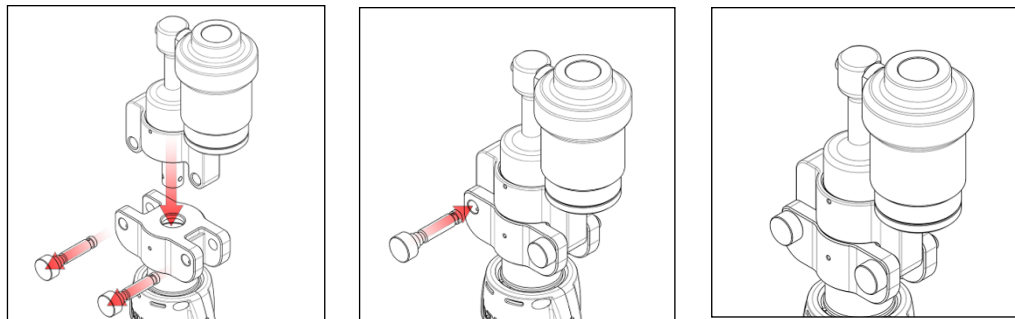

Bild 12: Stanzkopf (Art. 216764) einsetzen
- Ziehen Sie an den Stiften am Aufnahmeadapter und fügen Sie den Stanzkopf (Art. 216764) ein, siehe Bild 12 unten: